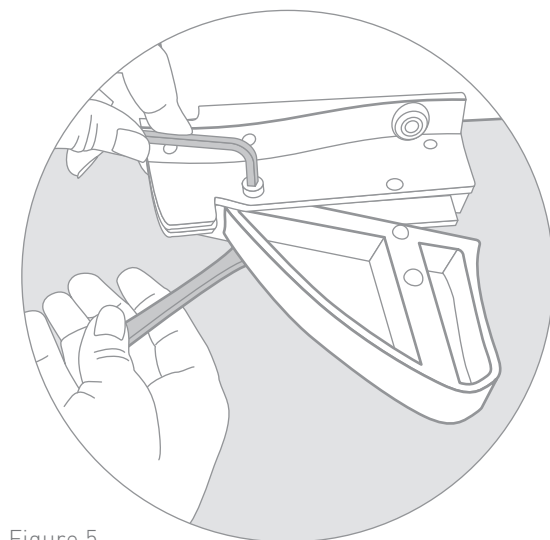

Figure 5
1. Match hole in wheel guard to hole in tow bar receiver (Figure 5), and insert bolt from top. Tighten nut securely to bolt using the provided hex key and 10mm wrench.
1. Superposez le trou dans le garde-roue sur le trou dans le récepteur de barre de remorquage (Figure 5) et insérez le boulon par le haut. Serrez bien l'écrou sur le boulon à l'aide de la clé hexagonale fournie et de la clé de 10 mm.
1. Richten Sie das Loch in der Radabdeckung auf das Loch in der Zugstangenhalterung aus (Abbildung 5) und stecken Sie den Bolzen von oben hinein. Ziehen Sie die Mutter mithilfe des mitgelieferten Inbusschlüssels und eines 10-mm-Maulschlüssels mit dem Bolzen fest.